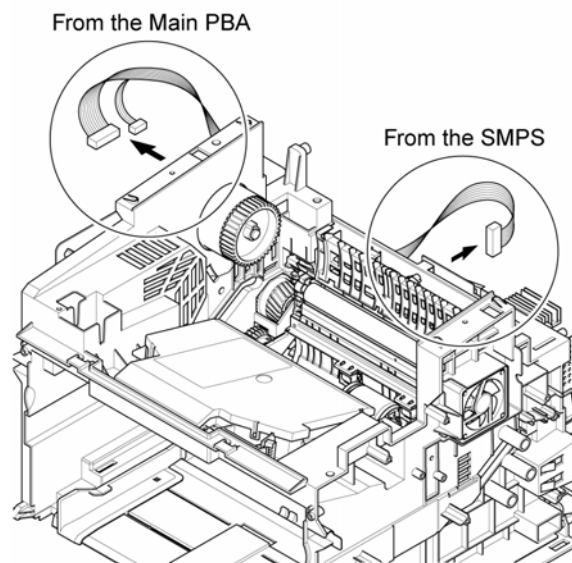

Рисунок 2
5. Отсоедините 3 разъема от главной платы и SMPS, рисунок 2.